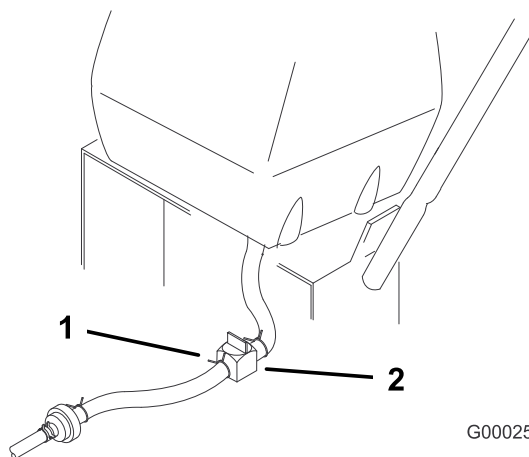

Figura 31
2. Chiudete la valvola d'intercettazione del carburante sul serbatoio del carburante (Figura 31).
3. Premete le estremità della fascetta stringitubo e sfilatela dal tubo del carburante lontano dal serbatoio (Figura 31).
4. Togliete i tubi del carburante dal filtro del carburante (Figura 31). Aprite la valvola d'intercettazione del carburante e lasciate fuoriuscire la benzina in una tanica o bacinella di spurgo.
3. Chiudete la valvola di intercettazione sul serbatoio del carburante (Figura 31).
- 7. Aprite la valvola di intercettazione sul serbatoio del carburante (Figura 31).